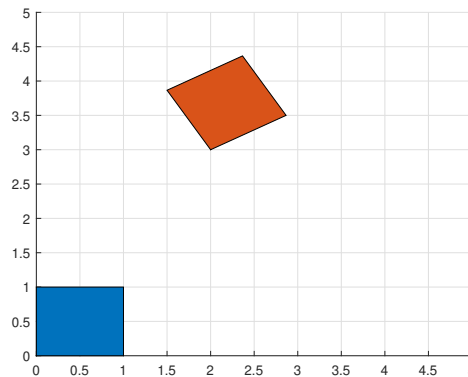

Figura 1: Resultado de aplicar la transformación al cuadrado posicionado en el origen.
- Como se estudió en clase, la matriz de transformación homogénea (o rígida) no sólo provee una forma de realizar un cambio de coordenadas sino que también representa la pose (posición y orientación) de un cuerpo rígido en el espacio. En otras palabras, si se tiene la matriz de transformación que describe el marco de referencia de un robot móvil (por ejemplo) con respecto a un marco de referencia inercial, ésta nos dice cuánto hay que desplazar y rotar al robot para que termine en la configuración en la que se encuentra. Esta forma de ver a las transformaciones homogéneas es de gran uso en el área de computación gráfica, la cual busca tanto interpretar información visual del mundo real como también generar imágenes o visuales sintéticos, ya que nos permite inducir una traslación y rotación a objetos en el espacio. Para evidenciar esto, usted tiene la tarea de inducir una rotación de 30° y una traslación de $\begin{bmatrix} 2 & 3 \end{bmatrix}^T$ a un cuadrado con vértices en $(0, 0)$, $(1, 0)$, $(1, 1)$ y $(0, 1)$. Para esto, emplee las funciones que desarrolló en los incisos 1 y 2 junto con la función `patch` de MATLAB para completar el script `laboratorio2` para que muestre tanto el cuadrado original como el cuadrado rotado en una misma figura, similar a lo que se observa en la Figura 1. Debe mostrar la figura generada durante la evaluación.